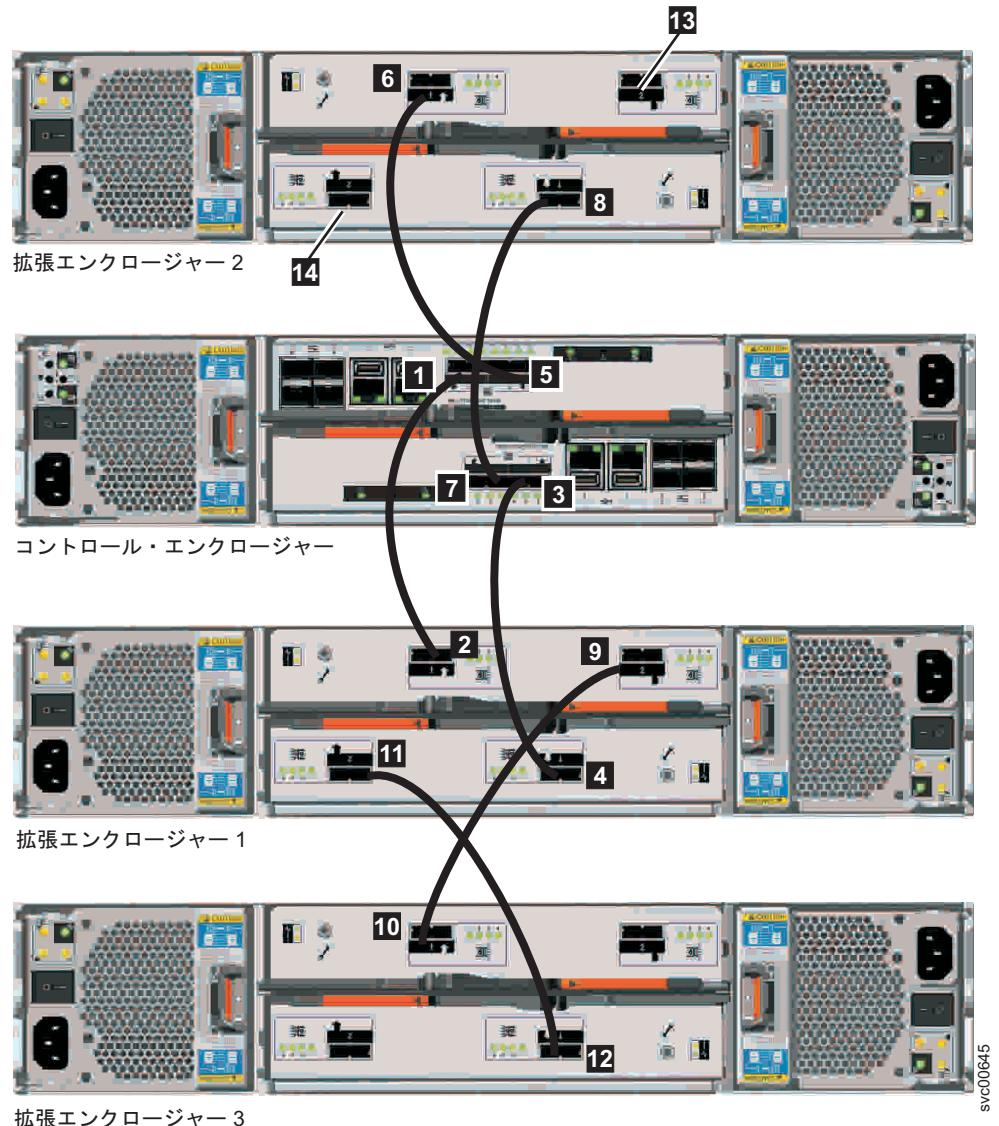

図 47. エンクロージャへの SAS ケーブルの取り付け
- 最初の拡張エンクロージャーの SAS ケーブルを 3 番目の拡張エンクロージャーに接続します。 63 ページの図 47 を参照してください。